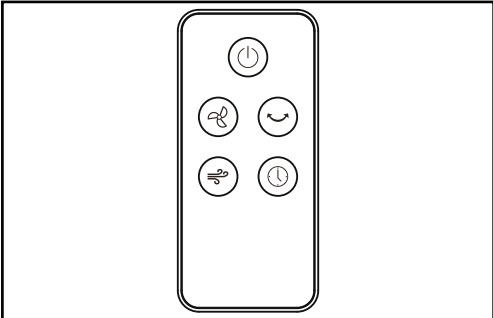

Fig. 3
Nota: Todas las funciones descritas se pue-den activar también con el mando a distancia (Fig. 3).
- Encender el aparato pulsando el botón de encen-dido (F) del panel de mandos (C) o del mando a distancia. El aparato comenzará a emitir aire a baja velocidad.
- Utilizar el panel de mandos (C) o el mando a distancia (Fig. 3) para configurar las funciones deseadas: